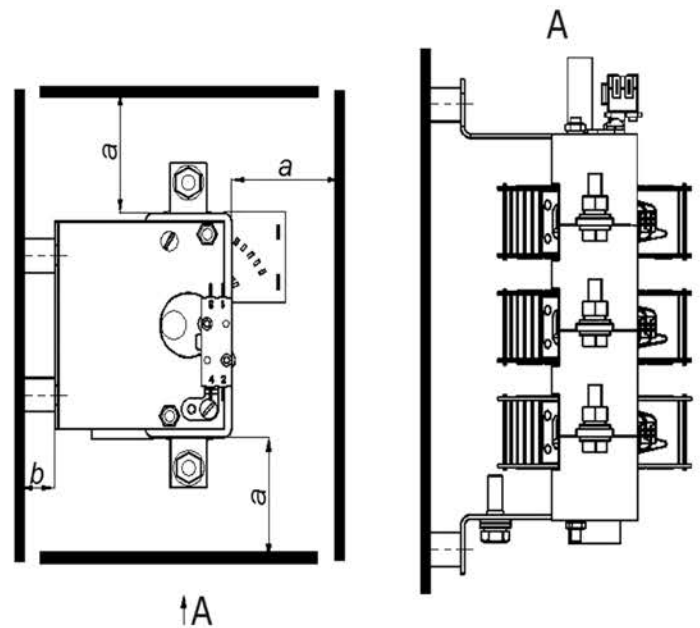

Рисунок 1- Минимально-допустимые расстояния от аппаратов до металлических частей
2.6 При встраивании аппаратов в металлические шкафы или ящики расстояние «b» (Рисунок 1) может быть уменьшено с применением прокладок из изоляционных материалов под установочной площадью аппарата.